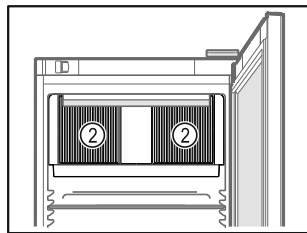

Fig. 71
- Ventilatiesleuf Fig. 71 (2) van de ventilator in de binnenruimte vrijhouden.